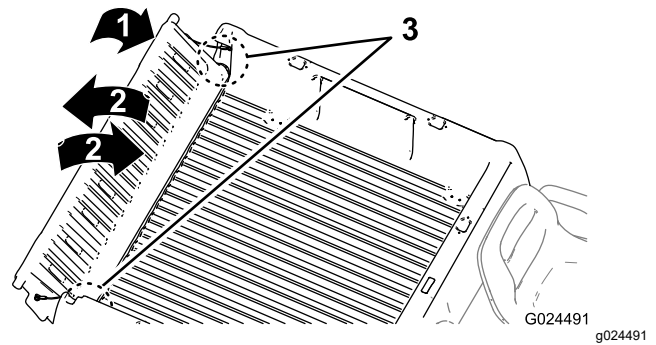

Figura 16
2. Rode a porta traseira para a posição de aproximadamente 45° (Figura 16).
3. Com um movimento breve e oscilante, rode a porta traseira para trás e para a frente várias vezes (Figura 16).